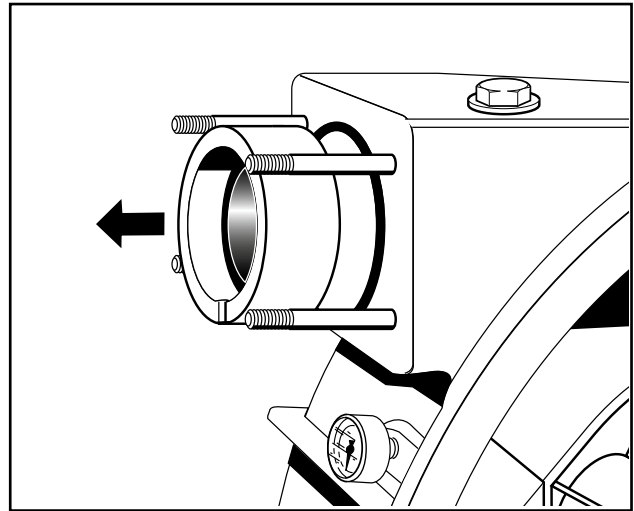

Fig. 30 Démontage des bagues
6. Démonter ensuite le tuyau de mise sous vide (fig. 30). Retirer la bague de retenue, la bague de serrage, la bague à épaulement et le joint torique du tuyau de refoulement (fig. 30).